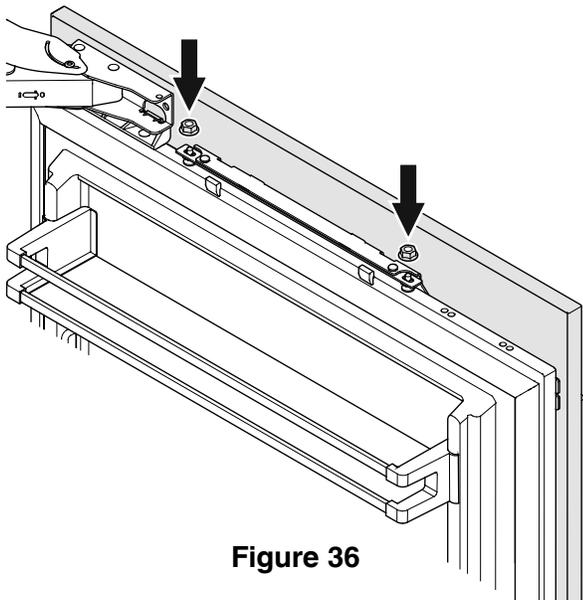

Figure 36
2. Ouvrir la porte du réfrigérateur et suspendre le panneau sur les boulons d'ajustement supérieurs (**Figure 36**).
3. Visser les écrous hexagonaux sur les boulons d'ajustement et les serrer à la main provisoirement (**Figure 36**).